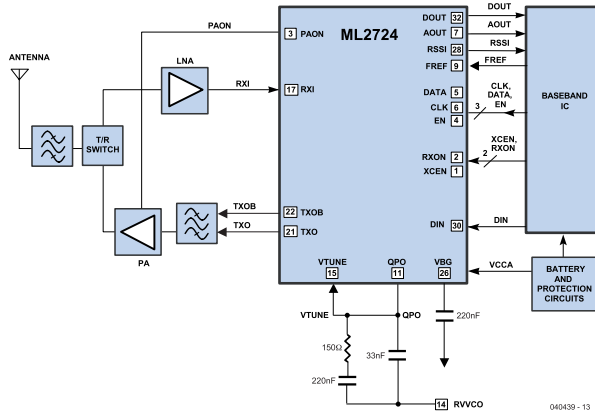

Figure 4.
DSSS est un procédé important. Il en existe un autre : le saut de fréquence ou *Frequency Hopping* (FH). Bluetooth, son plus célèbre représentant, divise la bande ISM de 2 402 MHz à 2 483,5 MHz en 79 canaux distants de 1 MHz. Ces canaux sont accédés par sauts (*hops*) 1 600 fois par seconde. Une « perturbation locale » ne peut donc pas nuire gravement à la transmission. La **figure 4** indique comment plusieurs participants à Bluetooth se partagent la même bande par l'agencement différent des sauts de fréquence. L'agencement des sauts de fréquence du FH correspond au fond au code PN de la modulation DSSS – on court-circuite dans les 2 cas l'influence réciproque des participants par un processus d'étalement individuel.